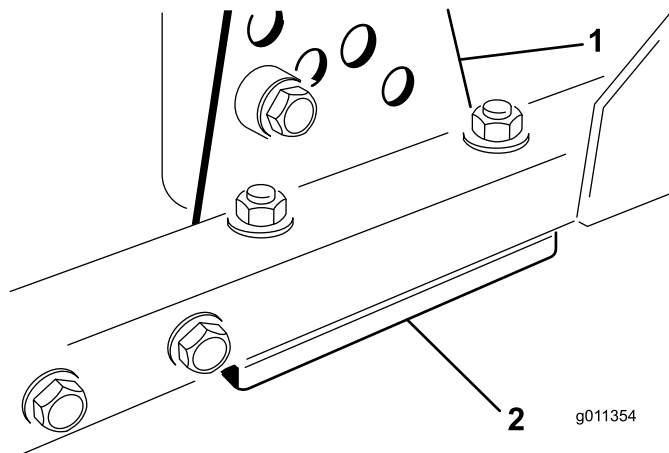

Рисунок 84
1. Снимите кронштейн высоты скашивания (передний, левый или правый) с рамы режущего блока (Рисунок 84).
2. Вставьте регулировочные прокладки толщиной 1,5 мм и/или 0,7 мм между рамой режущего блока и кронштейном, чтобы получить необходимую настройку высоты (Рисунок 84).